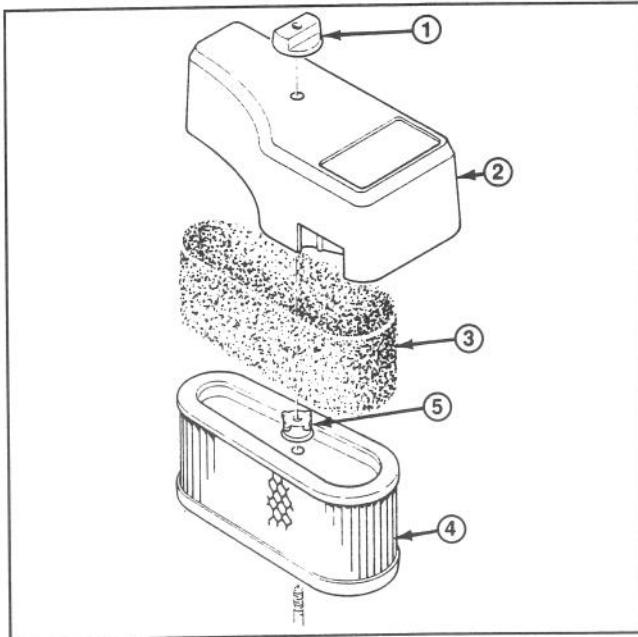

Abbildung 16
2. Das Klemmrad und die Abdeckung vom Filter entfernen (Abb. 16).
3. Der Schaumvorreiniger muß alle 25 Betriebsstunden gereinigt werden (Abb. 16), indem er von der Papierpatrone abgeschoben wird (Abb. 16).
4. Die Papierfilterpatrone muß alle 100 Stunden ausgewechselt werden. Eine (1) Mutter von der Oberseite der Papierpatrone entfernen (Abb. 16).